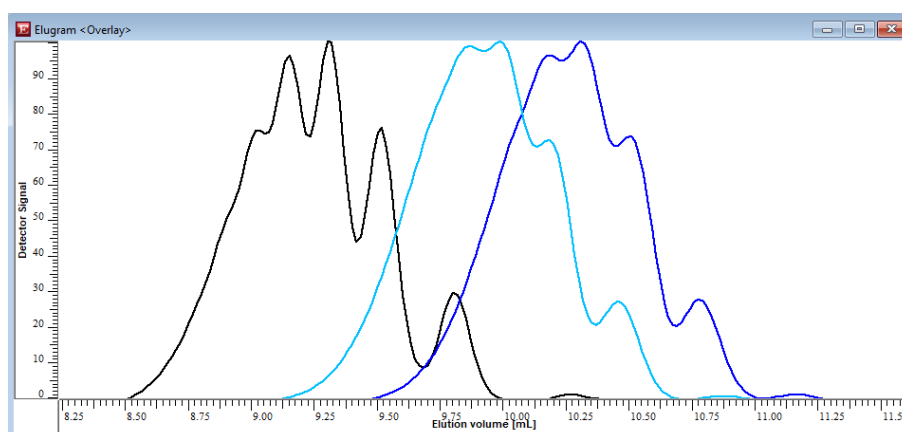

図 1. PS Mw 564 Da の重ね表示 (RI トレース、正規化後の検出器の反応) : SDV 3 μm 1,000 Å (黒色の線)、SDV 5 μm 1,000 Å (青色の線)、SDV 10 μm 1,000 Å (水色の線)
分子量 564 Da のポリスチレン (PS) オリゴマーの GPC/SEC の固定相として、粒子サイズ 3、5、および 10 μm の SDV 1,000 Å カラムを使用しました。図 1 は、結果として得られた溶出図の重ね表示です。